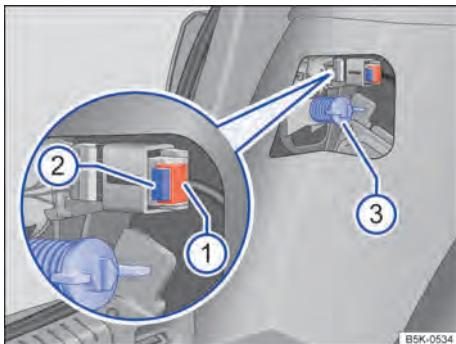

Fig. 221 Lateralmente no compartimento de bagagem: desinstalar a lanterna traseira.
4. Retirar o fusível ⇒ Fig. 221 ①. Pressionar o bloqueio ② do conector e retira-lo.
5. Remover o parafuso de fixação com a mão ③.
12. Segurar a luz traseira na posição de montagem com uma das mãos e rosquear o parafuso de fixação com a outra ⇒ Fig. 221 ③.
14. Encaixar o conector no suporte da lâmpada e pressionar para dentro o fusível ①.